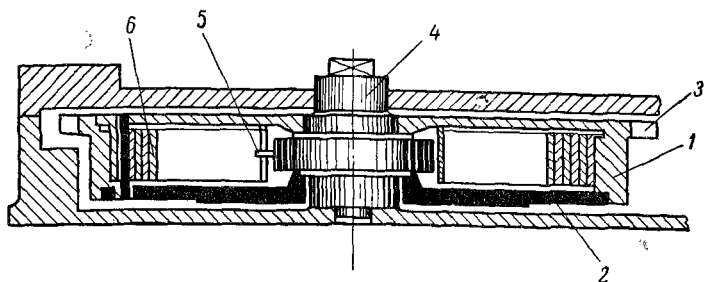

Рис. 64. Двигатель часового механизма в собранном виде:
**Двигатель** (рис. 64) служит для приведения в движение зубчатой передачи и поддержания колебаний баланса. Двига-
Затем приступают к разборке барабана (см. рис. 64).